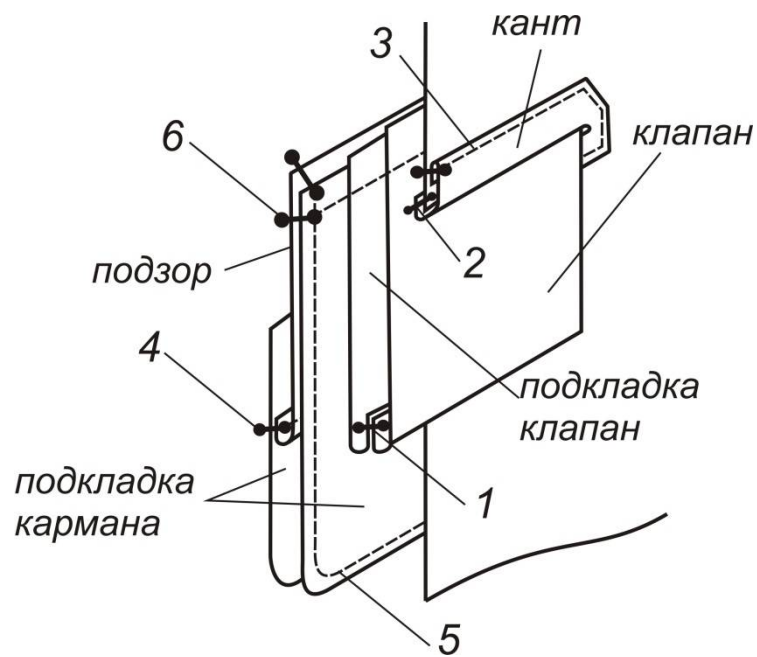

Рисунок 1
6. Основную деталь клапана кармана и его подкладку складывают лицевыми сторонами, уравнивая срезы, и сметывают со стороны основной ткани прямыми сметочными стежками длиной 0,5 - 0,7 см на расстоянии 0,4 см от срезов. При сметывании основную ткань посаживают на 0,2 - 0,3 см с боковых сторон и в углах для образования канта и создания дополнительного натяжения подкладки относительно основной ткани. Обтачивают клапан со стороны подкладки, располагая строчку параллельно срезам детали (рис.1, строчка 1). Припуск на шов подрезают до 0,7 см, в углах – до 0,2 - 0,3 см. Выворачивают клапан на лицевую сторону, выправляя углы, и выметывают со стороны подкладки, образуя кант из основной ткани шириной 0,1 - 0,2 см. Клапан приутюжить, выправляя края и углы, сметочные стежки удалить.
10. Уложить подготовленный кант лицевой стороной на изнаночную сторону изделия (на наметанную часть мешковины), точно посередине между нанесенными метками входа в карман, наметать. Притачать на машине, прокладывая строчку вдоль, по обеим сторонам намеченной линии середины канта, на расстоянии 0,1 см, скругляя строчку на концах (рис.1, строчка 2).
11. Аккуратно, точно между сторонами проложенной строчки, разрезаем изделие и притачанный к нему кант. В местах закруглений припуск шва рассекаем близко к строчке. В образовавшееся отверстие отворачиваем кант на лицевую сторону изделия. Вдоль всей линии отверстия выметываем с образованием канта из материала отделочной детали, а свободные отлетные стороны канта намetyваем на изделие. Приутюживаем выметанный и наметанный на изделие кант, а затем отстрачиваем строчкой на расстоянии 0,2 см от края, прокладывая её по всему контуру детали (рис.1, строчка 3).
12. На малую деталь подкладки накладывают подзор из основной ткани, совмещая верхний срез подкладки с линией входа в карман, намеченной на подзоре. Нижний срез подзора подгибают внутрь на 1 см и настрачивают на расстоянии 0,1 - 0,2 см от сгиба (рис.1, строчка 4).
13. Наложить полученную деталь мешковины лицевой стороной на деталь мешковины, закрепленную на полочке кантом. Соединить мешковины по нижнему контуру (рис.1, строчка 5).
14. В полученное отверстие вставить клапан, совмещая намеченную на нем линию с линией входа в карман. Совместить детали мешковины по верхнему срезу друг с другом и с верхним срезом клапана, и стачать все вместе (рис.1, строчка б).